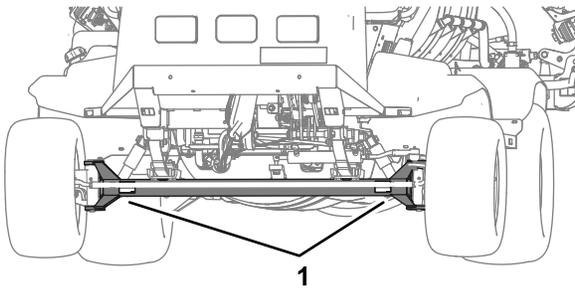
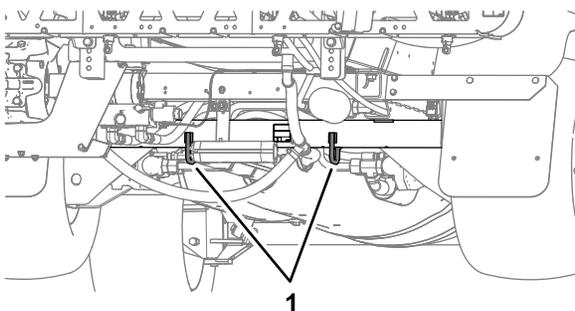

Figura 50
Figura 51
- Prenda bem a máquina ao veículo de transporte; Figura 50 e Figura 51 ilustram os pontos de fixação da máquina.